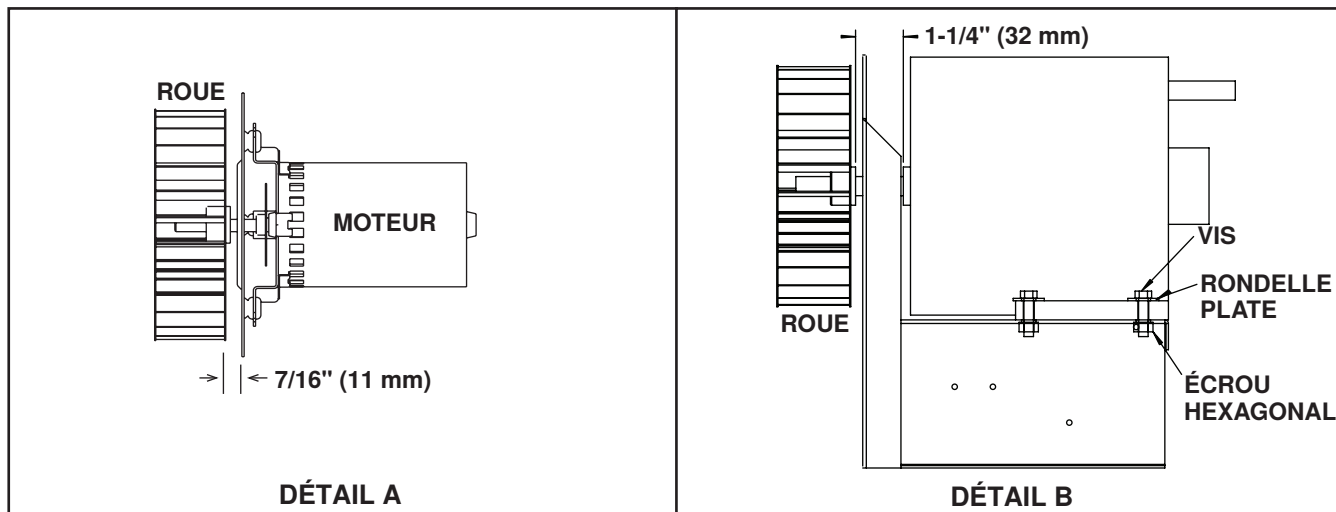

Figure 20. Moteur de l'aérateur et ensembles de roues
5. Réassemblez avec le moteur de l'aérateur de remplacement et l'ensemble de roue (voir Figure 20, DÉTAIL A pour le ventilateur de section de chaleur ou Figure 20, DÉTAIL B pour le ventilateur de section de boîte de collecte de fumée).